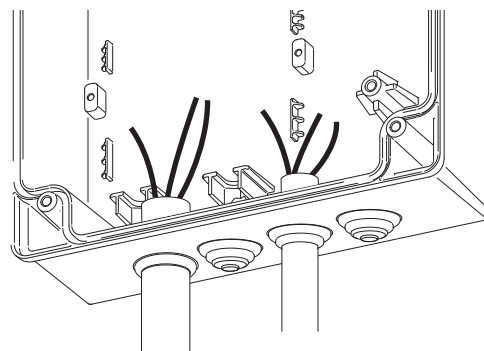

Fig. 2
- 3) Coloque/verifique a borracha vedante na extremidade da caixa começando pelo centro (fig. 2). Não estique o vedante, apenas coloque na caixa e corte o excedente se for o caso.